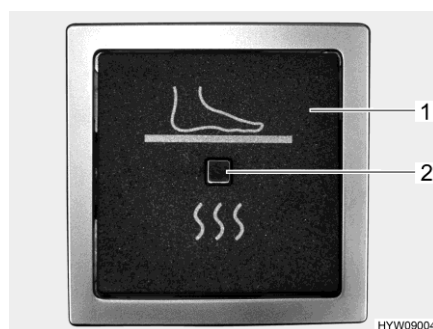

Fig. 131 Commutateur (chauffage électrique du plancher)
- Appuyer sur le commutateur à bascule (Fig. 131,1). Le voyant de contrôle (Fig. 131,2) placé sur le commutateur s'allume.
- Appuyer sur le commutateur à bascule (Fig. 131,1). Le voyant de contrôle (Fig. 131,2) placé sur le commutateur s'éteint.